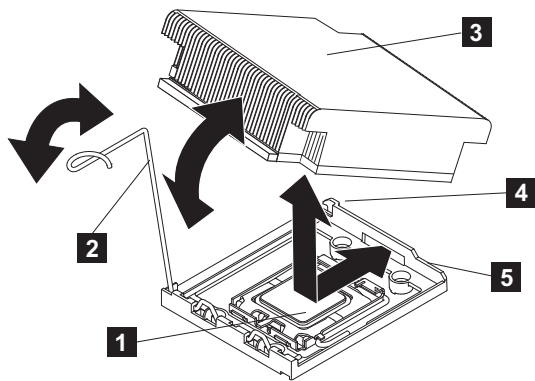

図 199. SAN ボリューム・コントローラー 2145-DH8 マイクロプロセッサへのヒートシンクの取り付け
7. 253 ページの図 199 に示すように、マイクロプロセッサの上部でヒートシンクを位置合わせします。